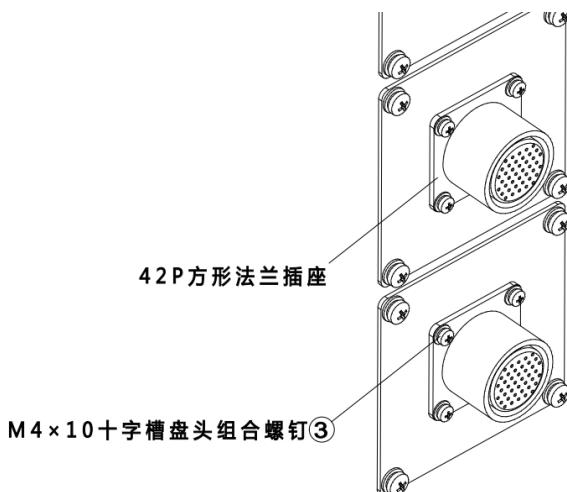

图 19-12 42P 方形法兰插座
步骤2. 将两根②MF 用户 I/O 柜内线带有双排 40P 连接器插头的一端的 42P 方形法兰插座通过 8 个③ M4X10 十字槽盘头组合螺钉安装在用户 I/O 母座安装板上, 参考图 19-12。